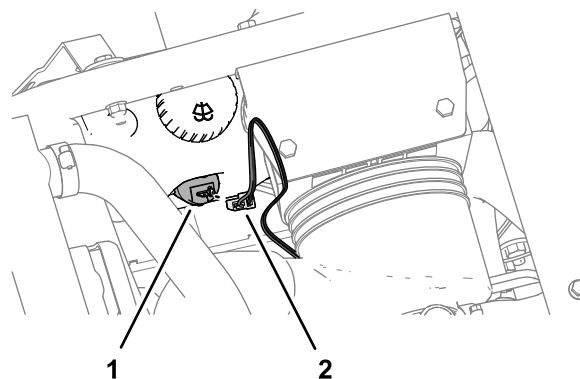
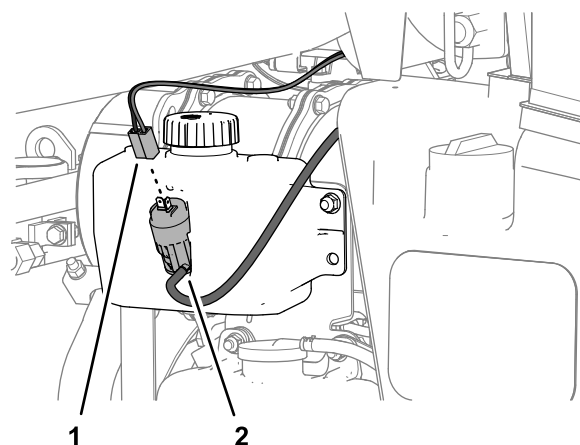

図 10
図 11
5. 電源ハーネスのうち、黒線、青線、2ソケットコネクタのついている枝線を、ウォッシャー液タンクのコネクタに導く図 10 または 図 11。